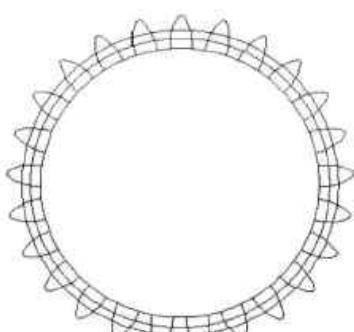

图12-46 阵列齿轮
**Step09** 执行“环形阵列”命令，以圆心为阵列中心，对圆柱齿轮图形进行阵列，阵列数为 25，如图 12-46 所示。